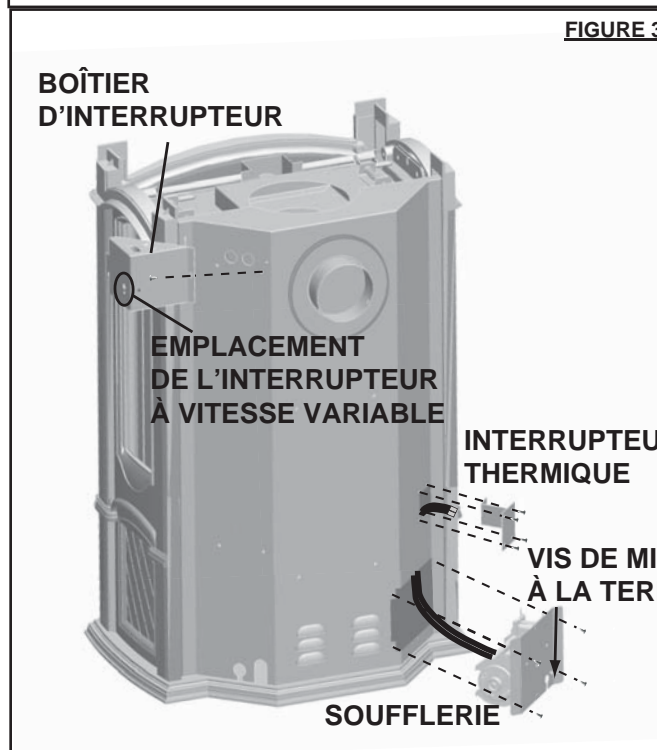

FIGURE 3
3. Assurez-vous que le thermodisque touche la paroi de la chambre de combustion. Fixez le thermodisque au panneau arrière à l'aide de quatre des vis # 8 fournies. (FIGURE 3)
6. Retirez le boîtier de l'interrupteur, branchez l'interrupteur à vitesse variable au fil de connexion et fixez l'interrupteur sur le côté du boîtier. Fixez l'interrupteur à vitesse variable à l'aide de l'écrou fourni. Réinstallez le boîtier de l'interrupteur (FIGURE 3). Installez le bouton de contrôle de vitesse variable.